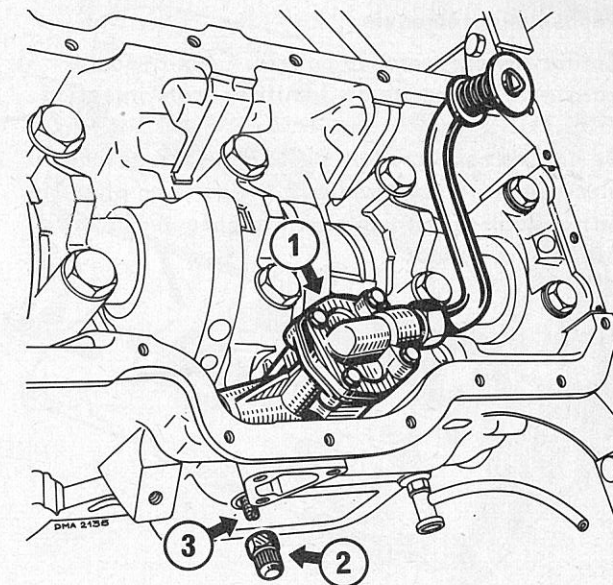

Fig. 8
Retourner le moteur et déposer : le carter d'huile, la pompe à huile (1) en enlevant l'écrou borgne (2) et la vis de maintien (3) (Fig. 8).